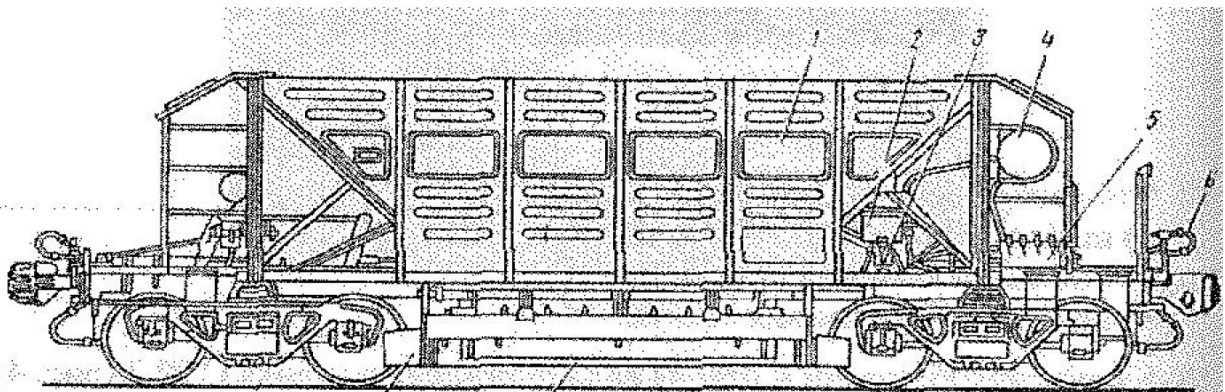

Рис. 1. Хоппер-дозатор
1. Назначение хоппер-дозаторов (рис. 1)
2. Что изображено на рис.1 под №7
3. Что изображено на рис. 1 под №5
4. Что изображено на рис. 1 под №1